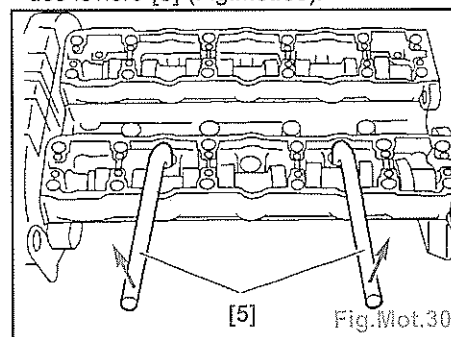

Fig.Mot.30
- Basculer et décoller la culasse à l'aide des leviers [5] (Fig.Mot.30).